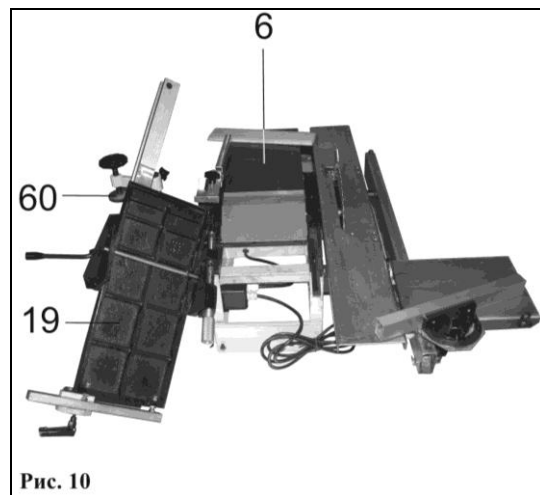

Рис. 10
9.6. Сверление (Рис. 10, 11)
9.6.3. Оттяните ручку (21), поднимите подающий строгальный стол (19), отпустите ручку (21), оттяните ручку (61) и переведите в верхнее положение защитный кожух (60) так, чтобы защитный кожух (60) опирался на строгальный приёмный стол (6), как показано на Рис. 10. Отпустите ручку (61). Оттяните ручку (21), установите в исходное положение подающий строгальный стол (19) ручкой (21), зафиксируйте положение строгального подающего стола (19).